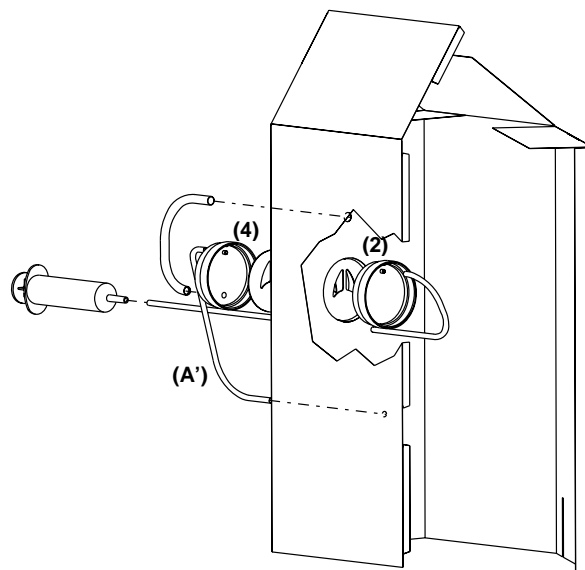

Figure 3
- Enfoncer, (du côté de la face intérieure), le couvercle avant de l'enceinte pulmonaire **(2)** dans l'ouverture circulaire du panneau support. Le détrompeur et l'orifice sont placés vers le haut (voir figure 3).